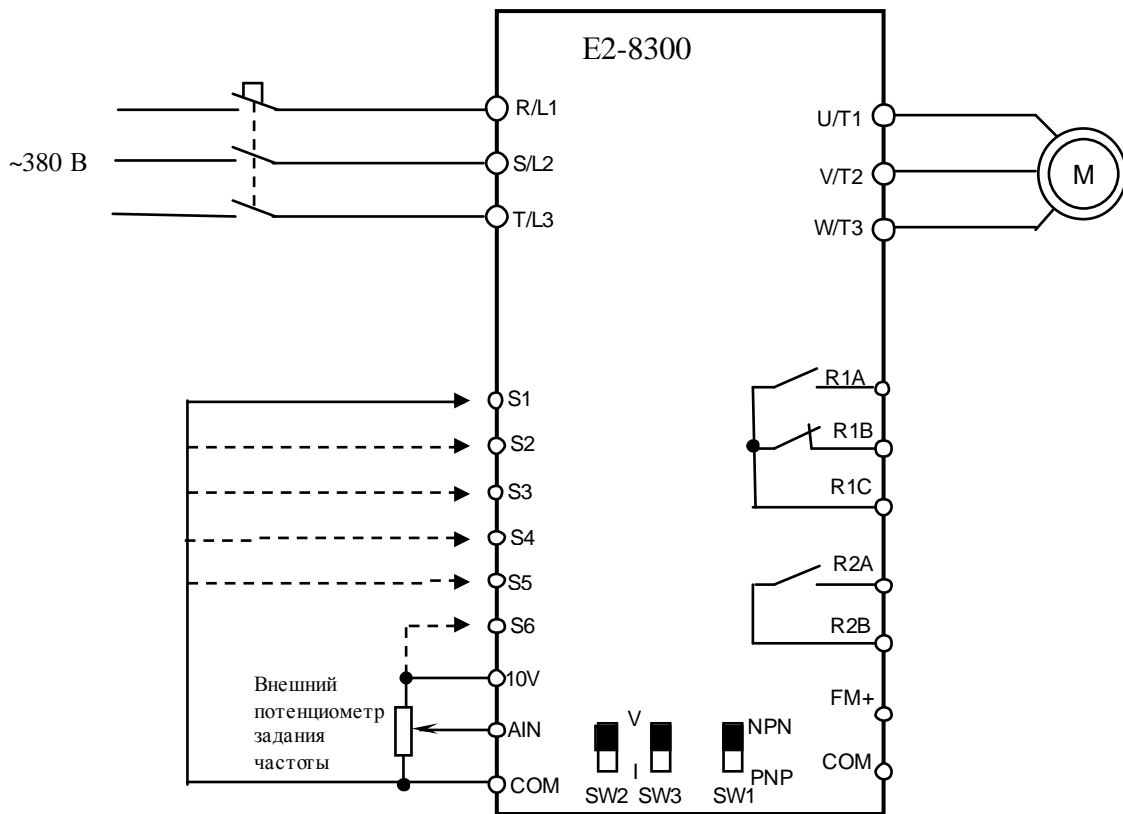

Рис. 4.16 Диагностика цепей управления E2-8300-040H,-050H v.2.8 и ниже.
4.12.1. Подключить электродвигатель к выходным клеммам T1, T2, T3 (рис.4.16).
4.13.2.3. Подключить потенциометр к входным клеммам управления, как показано на рис. 4.16. Подключить один из концов проволочной перемычки к клемме COM. Подключить двигатель к выходным клеммам T1, T2, T3.